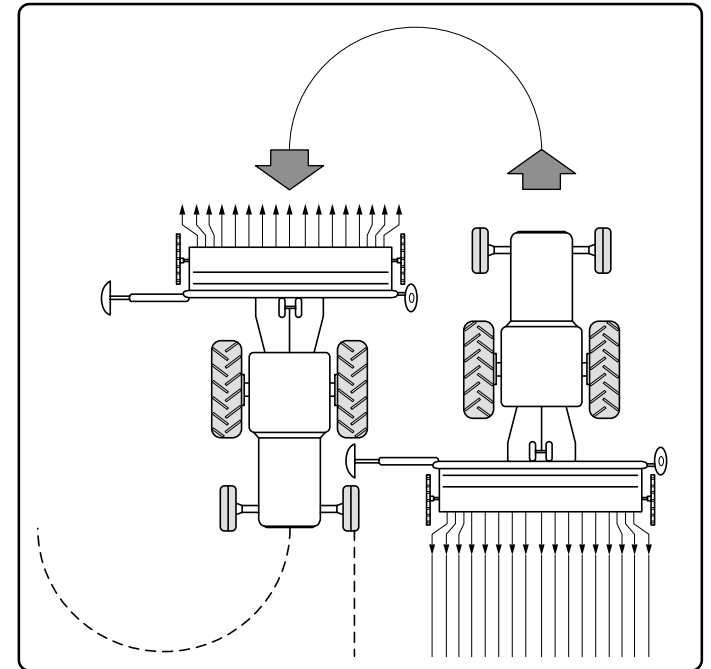

Fig. 21
Quando il trattore avrà terminato la corsa e invertito la marcia, procederà correndo con una delle ruote anteriori sulla linea di riferimento (Fig. 21).
*When the tractor finishes a row and makes a U-turn, the front wheel will begin the new row through alignment with the line traced in parallel (Fig. 21).*
Wenn der Schlepper seinen Lauf beendet hat und umkehrt wird er mit den Vorderrädern auf der Bezugslinie (Abb. 21) laufen. Bei jedem neuen Durchlauf muß die Sämaschine eine Bezugslinie auf der entgegengesetzten Seite des vorhergehenden Durchlaufs ziehen. Die Inversion der Ausleger der Reihenzeichnung wird über eine Steuerung der Maschine selbst ausgelöst. Dies kann entweder von Hand vorgenommen werden, d.h. über die Hebelvorrichtung des Traktors (Abb. 4), bzw. in Automatik (Abb. 5) mittels der Bewegung des hydraulisch gesteuerten Hubwerks (Abb. 6).
*Quand le tracteur a terminé sa course et qu'il fait un demi-tour, il roule avec l'une des roues avant sur la ligne de repère (Fig. 21).*
en el terreno, paralela al recorrido del tractor. Cuando el tractor habrá acabado la carrera e invertido la marcha, procederá marchando con una de las ruedas delanteras sobre la línea de referencia (Fig. 21). Tras cada nueva pasada, la sembradora tendrá que trazar una línea de referencia por el lado opuesto al de la pasada anterior. La inversión de los brazos marcadores de filas se acciona mediante un mando con el que está equipada la sembradora. La operación se efectuará manualmente desde el tractor con el dispositivo de palanca (Fig. 4), o bien, en caso de dispositivo automático, con el movimiento del elevador (Fig. 5), accionado hidráulicamente (Fig. 6).